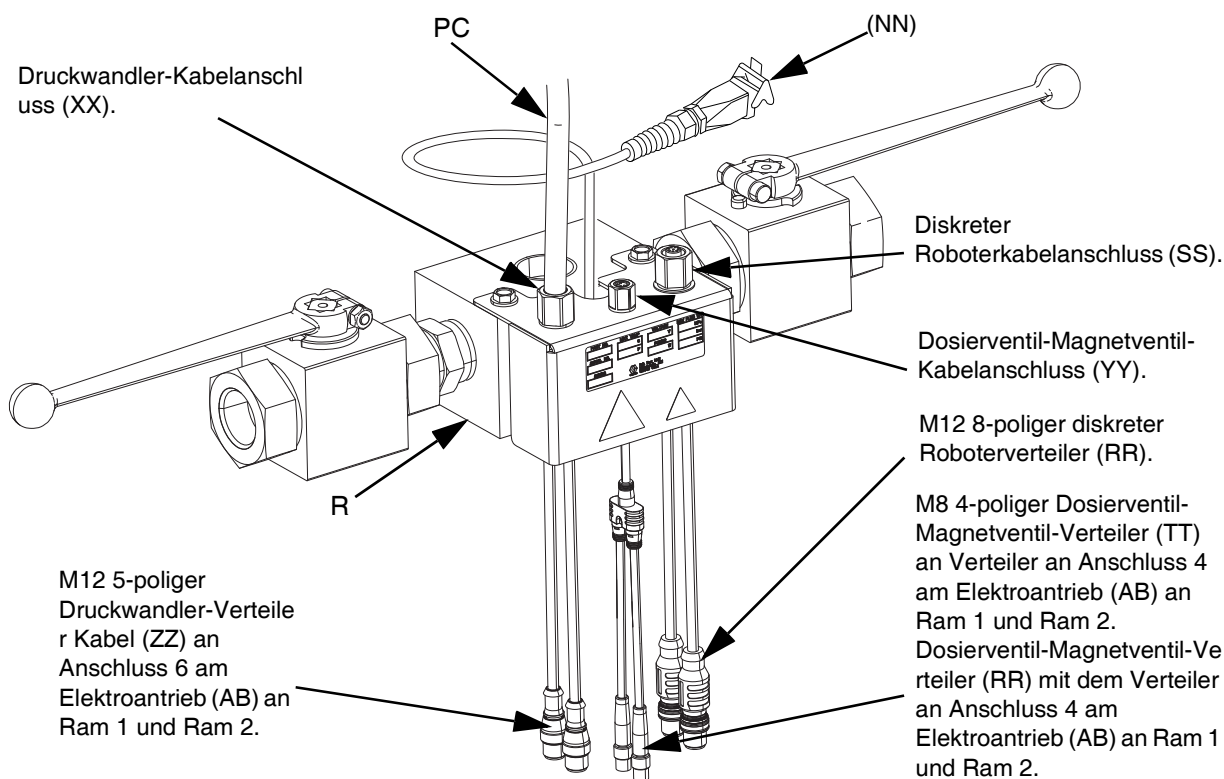

ABB. 22
1. Bei Verwendung eines einzelnen iQ Ram-Zufuhrsystems das Druckwandlerkabel (PC) vom Dosierventil (B) an Anschluss 6 am elektrischen Antrieb (AB) anschließen. Siehe **Kommunikationsanschlüsse des elektrischen Antriebs** für Einzel-Rams auf Seite 16.
- a. Das Druckwandlerkabel (PC) vom Dosierventil (B) an den Druckwandlerverteiler des Tandemblocks anschließen. Siehe ABB. 22.
- b. Ein Steckerende des 5-poligen M12-Druckwandler-Verteilerkabels (ZZ) am Tandemblock (R) an Anschluss 6 des elektrischen Antriebs (AB) an Ram 1 anschließen. Das zweite Steckerende wird an Anschluss 6 an Ram 2 angeschlossen. Siehe **Kommunikationsanschlüsse des elektrischen Antriebs** für **Tandem-Rams** auf Seite 17.